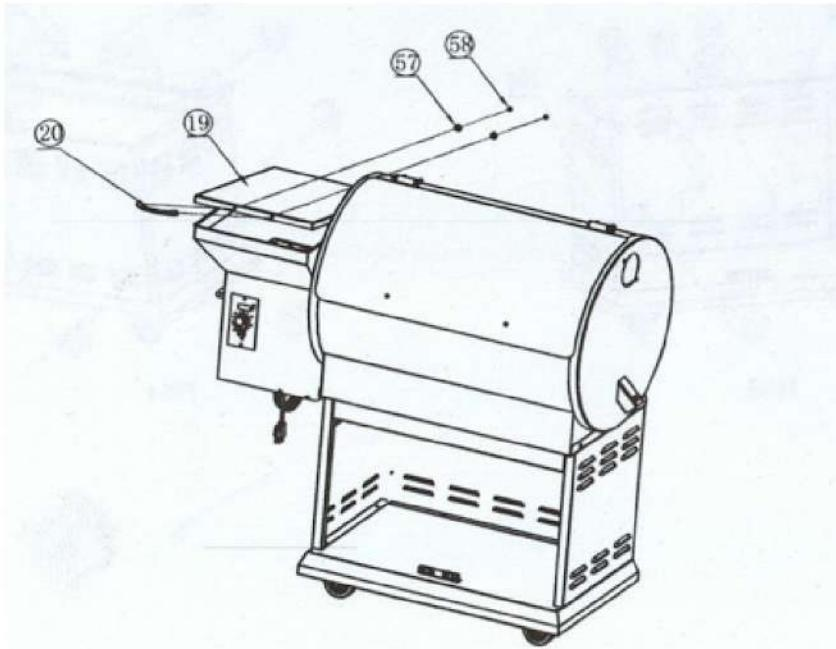

Рисунок 6
Откройте крышку бункера горелки. Вставьте болты крепления ручки M5x32 (58) в отверстия крышки через шайбы 12x5x1 (57) изнутри. После ввинтите их в ручку (19). Затяните отверткой как показано на рис. 6.